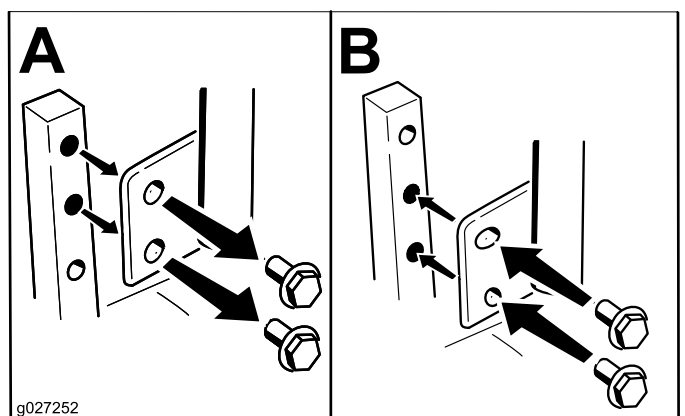

Figure 10
Vous pouvez ajuster la hauteur des leviers de commande de déplacement en fonction de votre taille (Figure 10).
2. Desserrez le boulon inférieur jusqu'à ce qu'il soit possible de faire pivoter le levier de commande en avant ou en arrière (Figure 10).